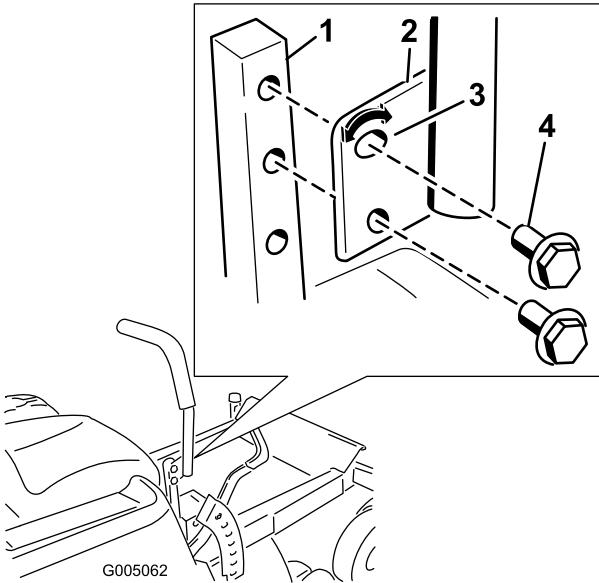

Figura 18
- Togliete i due bulloni che fissano la leva di comando all'albero del braccio di controllo (Figura 18).
- Spostate la leva di comando nella serie di fori successiva. Fissate la leva con i due bulloni (Figura 18)
- Allentate il bullone inferiore appena a sufficienza per ruotare la leva di controllo in avanti o all'indietro (Figura 18). Serrate entrambi i bulloni per fissare il controllo nella nuova posizione.